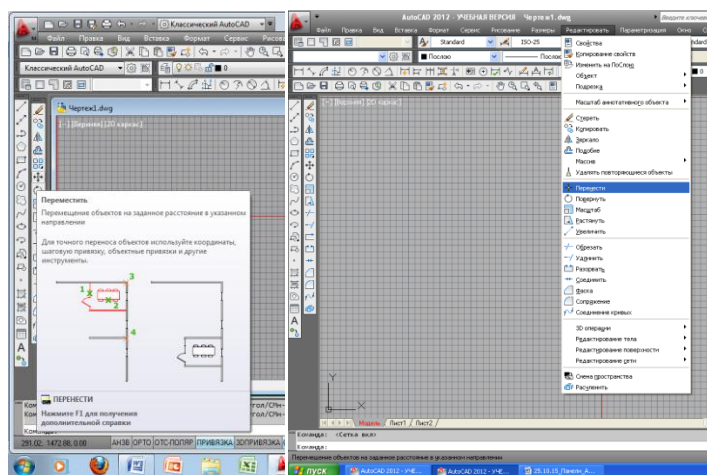

Рисунок 2.15 – Команда «Перенести»
– щелчком мыши по кнопке  на панели инструментов «Редактирование», из строки меню «Редактировать» – «Перенести» (рисунок 2.15).